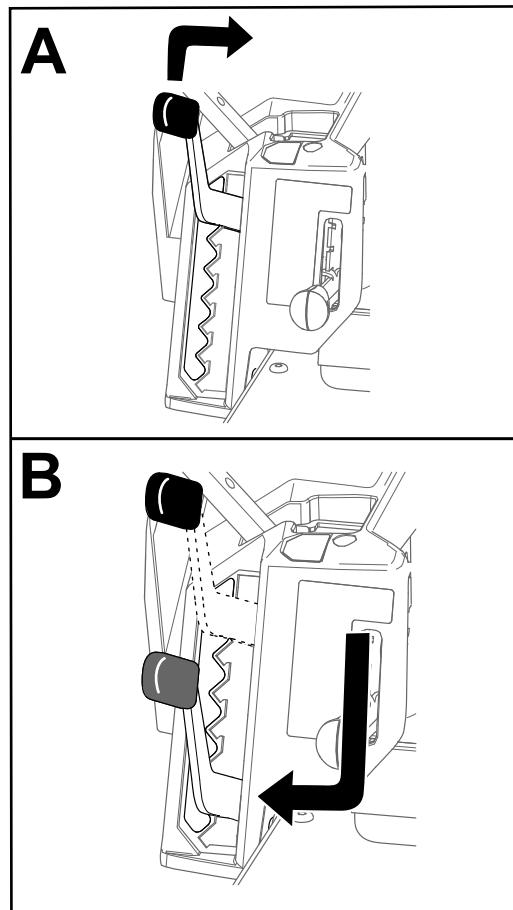

Рисунок 27
**Примечание:** Транспортное положение — это самое высокое положение высоты скашивания, соответствующее 114 мм, как показано на Рисунок 27.
Высота скашивания регулируется рычагом, расположенным справа от рабочего места оператора (Рисунок 27).